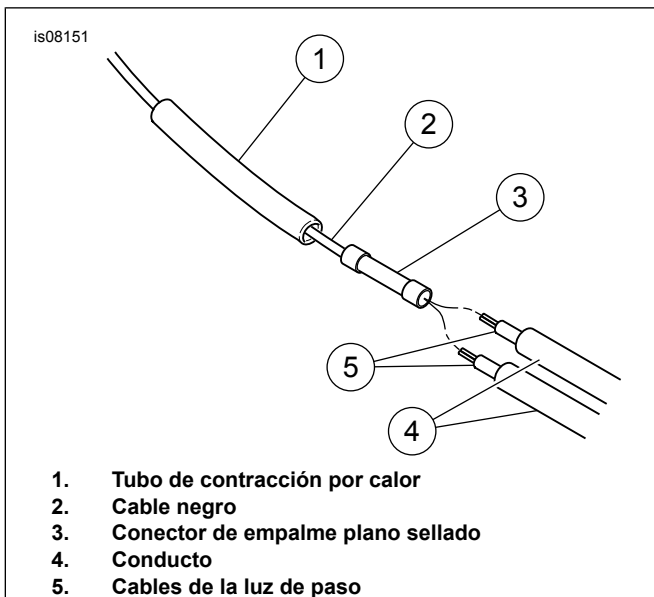

Figura 7. Conexión del cableado de la luz de paso
17. Vea Figura 7. Lleve ambos cables de la luz de paso al conector. Recorte los cables, permitiendo que aproximadamente 25,4 mm (1 pulg.) del cable se extienda más allá del conector de empalme plano. Corte el conducto aproximadamente a 38,1 mm (1-1/2 pulg.) del extremo del cable.
22. Vea Figura 7. Lleve ambos cables de la luz de paso al conector. Recorte los cables, permitiendo que aproximadamente 25,4 mm (1 pulg.) del cable se extienda más allá del conector plano sellado. Corte el conducto aproximadamente a 38,1 mm (1-1/2 pulg.) desde el extremo del cable.